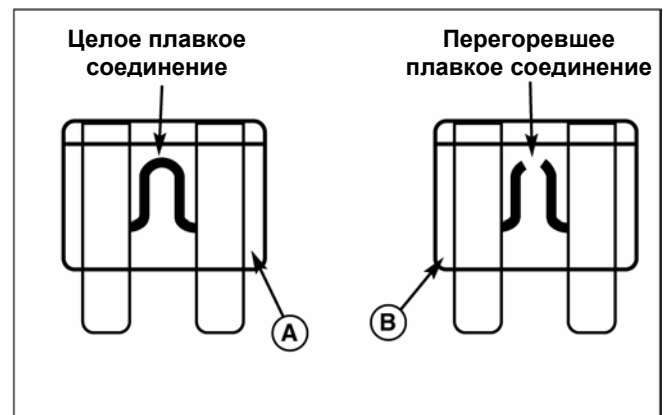

Рис. 26. Плавкий предохранитель
3. Осмотрите предохранитель, не перегорело ли плавкое соединение. См. рис. 26. Замените предохранитель, если данное соединение перегорело.